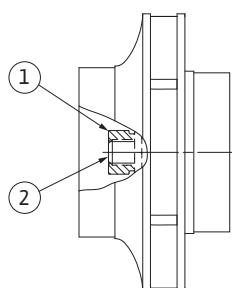

Fig. 55: Posición correcta de la tuerca del rodete tras el montaje
29. Sujete el eje (véase el paso 24) y apriete la tuerca del rodete con el par de apriete prescrito (véase el listado «Tabla 11: Pares de apriete de los tornillos» en la página 57). La tuerca (Fig. 55, pos. 1) debe quedar enrasada con el extremo del eje (Fig. 55, pos. 2) con un margen de tolerancia de  $\pm 0,5$  mm. Si no es así, afloje la tuerca y repita los pasos 25 al 29.